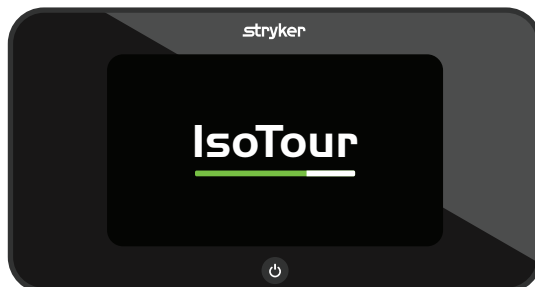

Figure 5 – Écran de démarrage – vue de l'opérateur
2. Appuyer une fois sur le bouton d'alimentation. L'écran de **Démarrage** s'affiche (Figure 5).